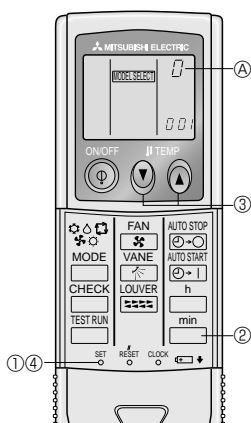

Fig. 6-8
5) Приписание пульта дистанционного управления отдельным приборам (Fig. 6-8) Каждый отдельный прибор может управляться только специально приписанным для него пультом дистанционного управления.